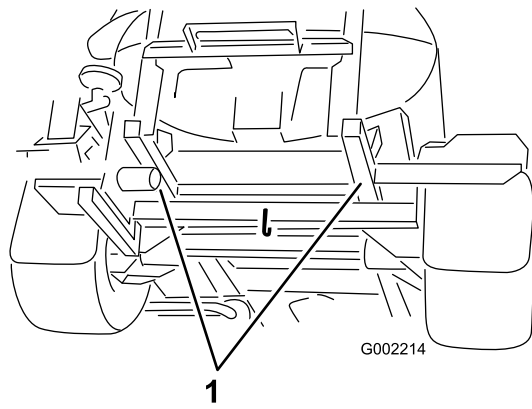

Bild 55
2. Bringen Sie eine Schleppleine am Rahmen an, siehe Abschleppstellen vorne und hinten (Bild 54 und Bild 55).